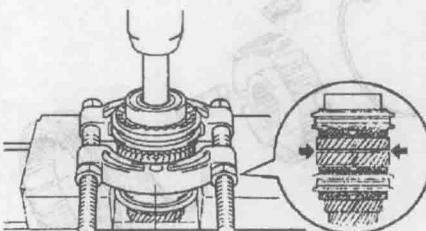

图 1-19 拆下五档齿轮
19) 用压力机按图 1-19 所示方法将输入轴总成定位, 同时用手握住输入轴的下端将齿套、齿毂及五档齿轮拆下。